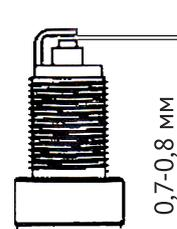

рис. 11
- рекомендуется проверить величину межэлектродного зазора, который должен составлять 0,7-0,8 мм (рис.11). При существенном отклонении величины зазора от указанной, необходимо его отрегулировать (восстановить) или заменить свечу;